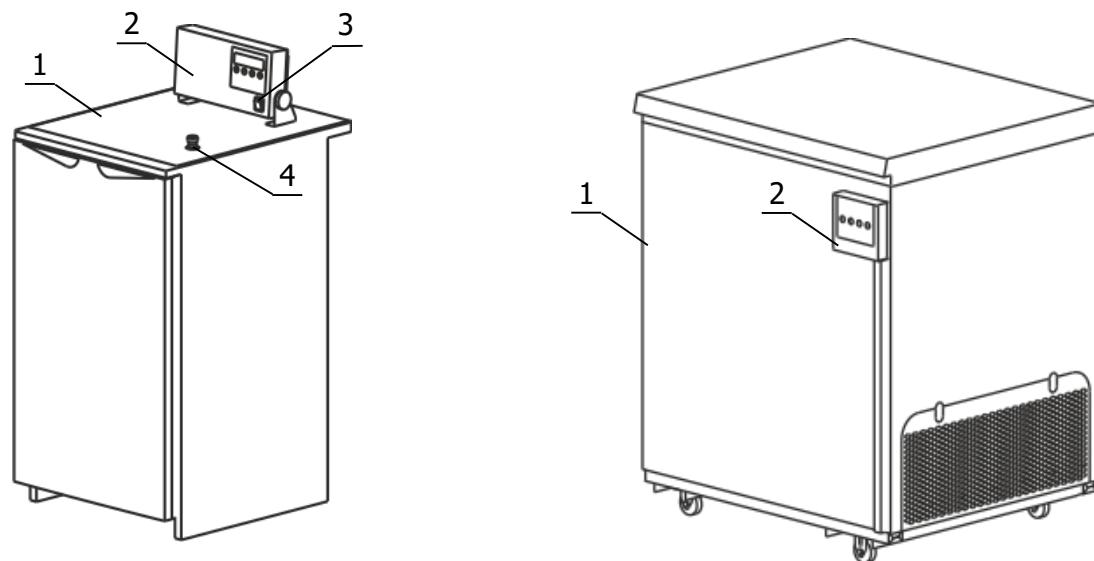

Рисунок 1 — Внешний вид термостатов
- TCB-01 — кнопкой 1 (рисунок 1);